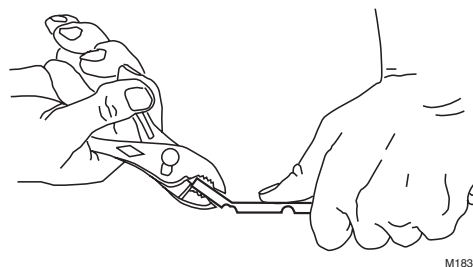

Fig. 8. Raccourcissement du support de bulbe.
4. Raccourcir le support de bulbe à la longueur voulue. Voir la Fig. 8.